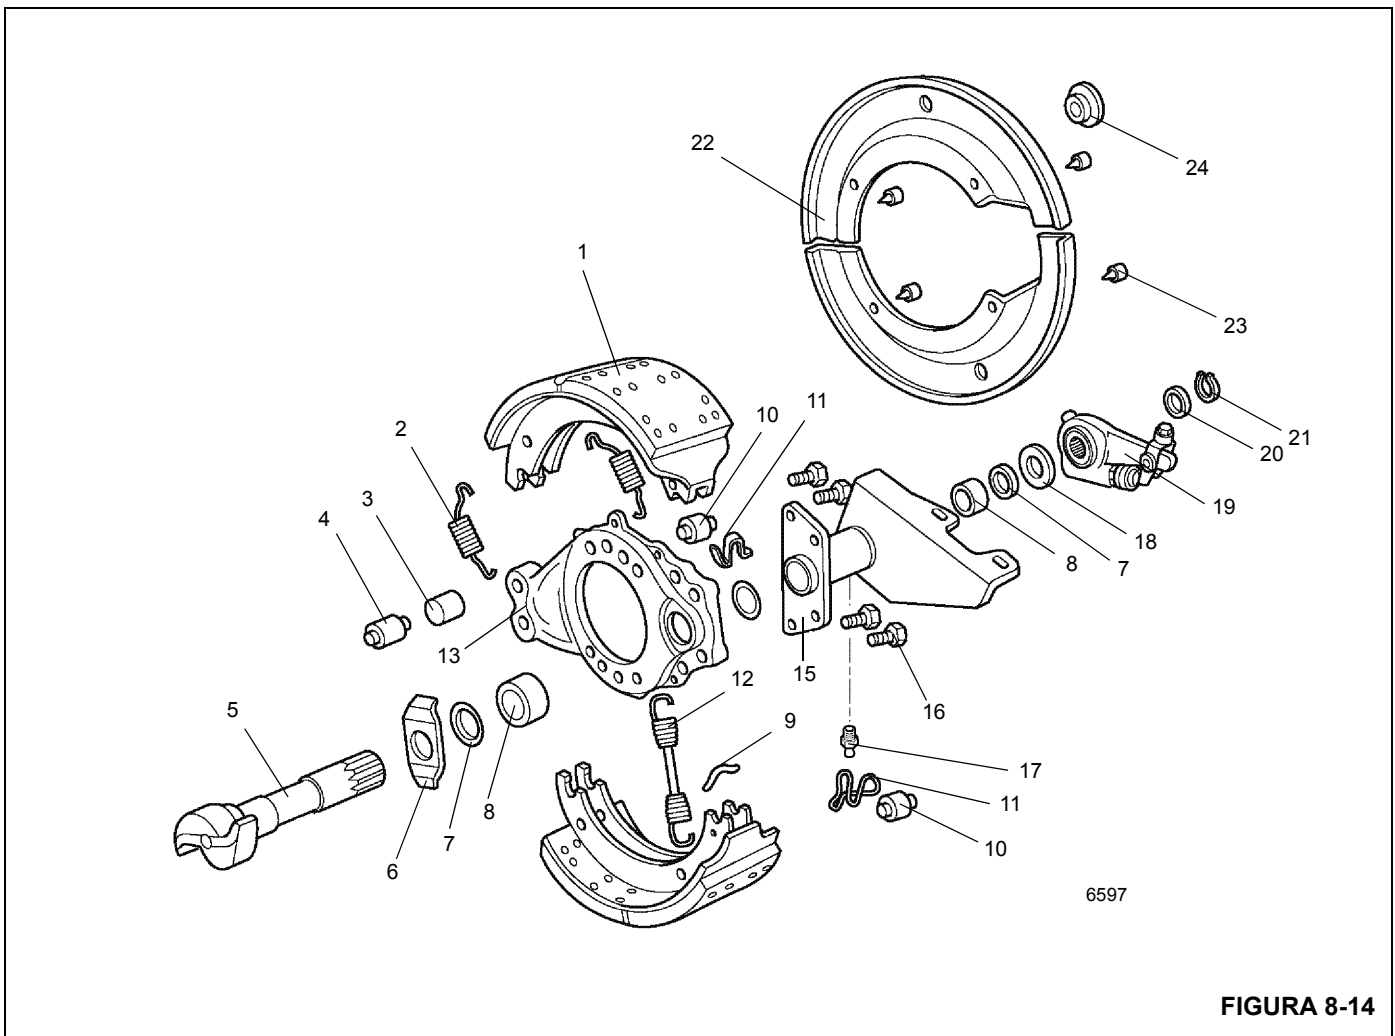

FIGURA 8-14
8. Saque los anillos del retenedor de los agujeros en la nervadura de la zapata. Pivotee el retenedor para mover los anillos fuera de las nervaduras de la zapata (Figura 8-14).